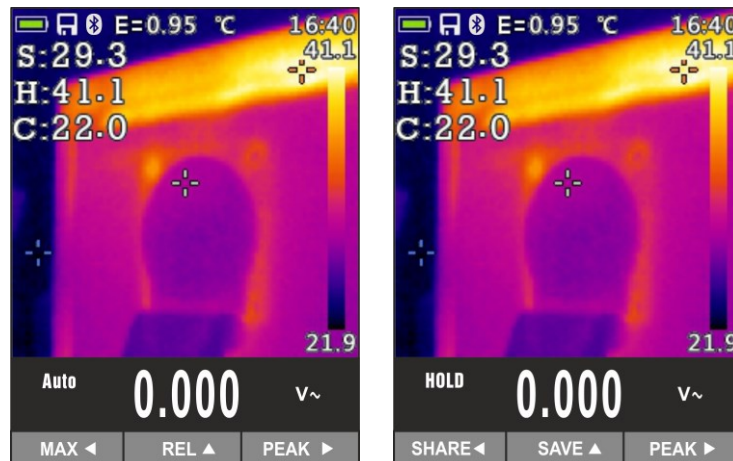

Abb. 41: Speichern von IR Bildern
9. Drücken Sie die Taste **HOLD/ESC**, um das Ergebnis im Display einzufrieren. Die Meldung "HOLD" erscheint im Display und die Taste **REL ▲** wechselt zu **SAVE ▲** (siehe Abb. 41 – rechte Seite).